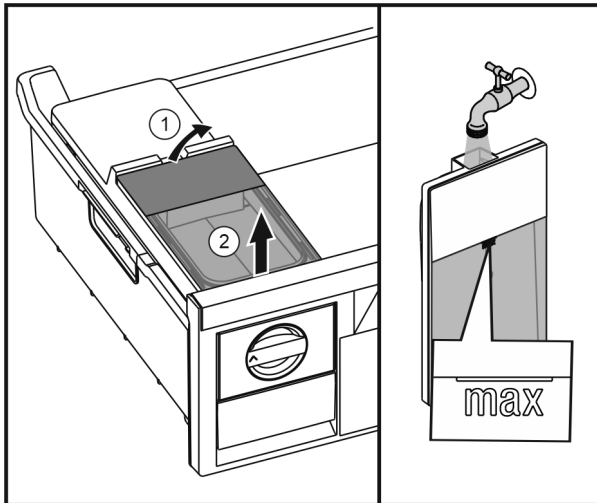

Fig. 21
- ▶ Waterreservoir van achter optillen Fig. 21 (1) en omhoog verwijderen Fig. 21 (2).